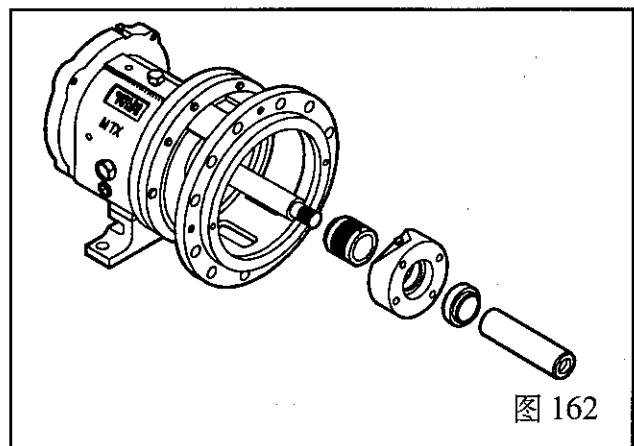

图 162
12. 在轴或轴套上装进压盖, 然后再装入静环和垫片(图 162)。